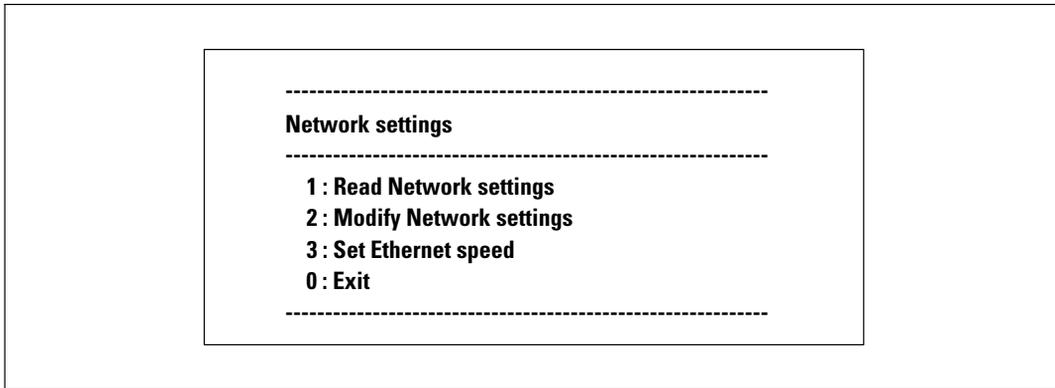

Figura 9. Menú de Configuraciones de la red
- 1 Desde el menú principal, escriba **2** y presione **Intro**. Aparece el menú Configuración de la red (consulte la Figura 9).